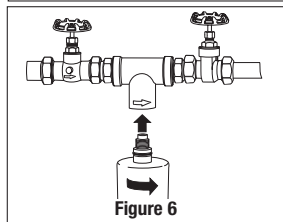

Figure 6
- Visser la cartouche vers la droite dans la tête du filtre de l'AP430SS. Ouvrir la canalisation d'alimentation principale, ouvrir les robinets et vérifier tous les joints pour repérer les fuites. (figure 6).